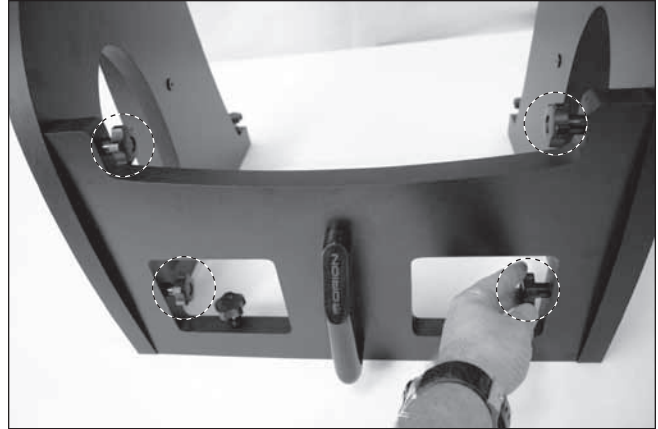

Abbildung 46. Lösen Sie die vier unverlierbaren Verbindungsbolzen, die die Seitenteile an der Frontplatte befestigen.
3. Um die Seitenteile von der Frontplatte zu entfernen, lösen Sie die vier unverlierbaren Schrauben, die die Frontplatte an den Seitenwänden befestigen (**Abbildung 46**). Sie müssen die Drehknöpfe um etwa sieben volle Umdrehungen drehen, um die Schrauben vollständig aus ihren Gewinden in den Seitenteilen herauszudrehen.